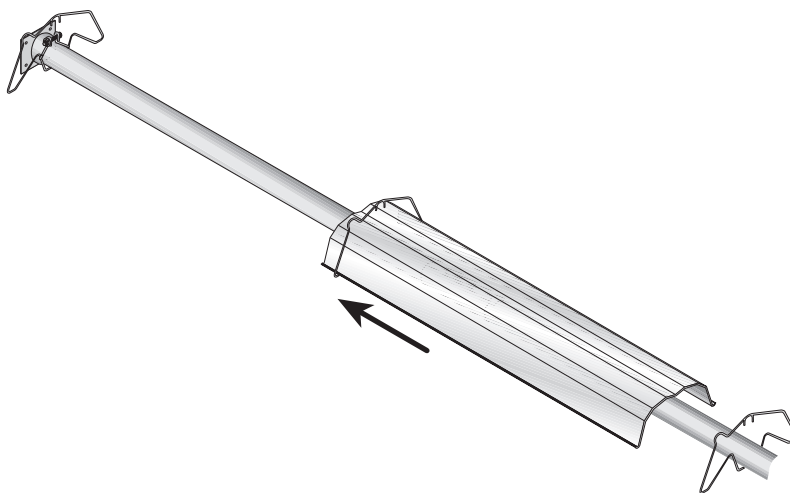

Figure 12. Installation de réflecteurs
- a. Faites glisser le premier réflecteur à travers le premier support de suspension, comme illustré à la **Figure 12**. Le réflecteur doit glisser d'au moins 2 pouces (4 cm) à travers le support de suspension avec la pince à côté de l'armoire du brûleur.